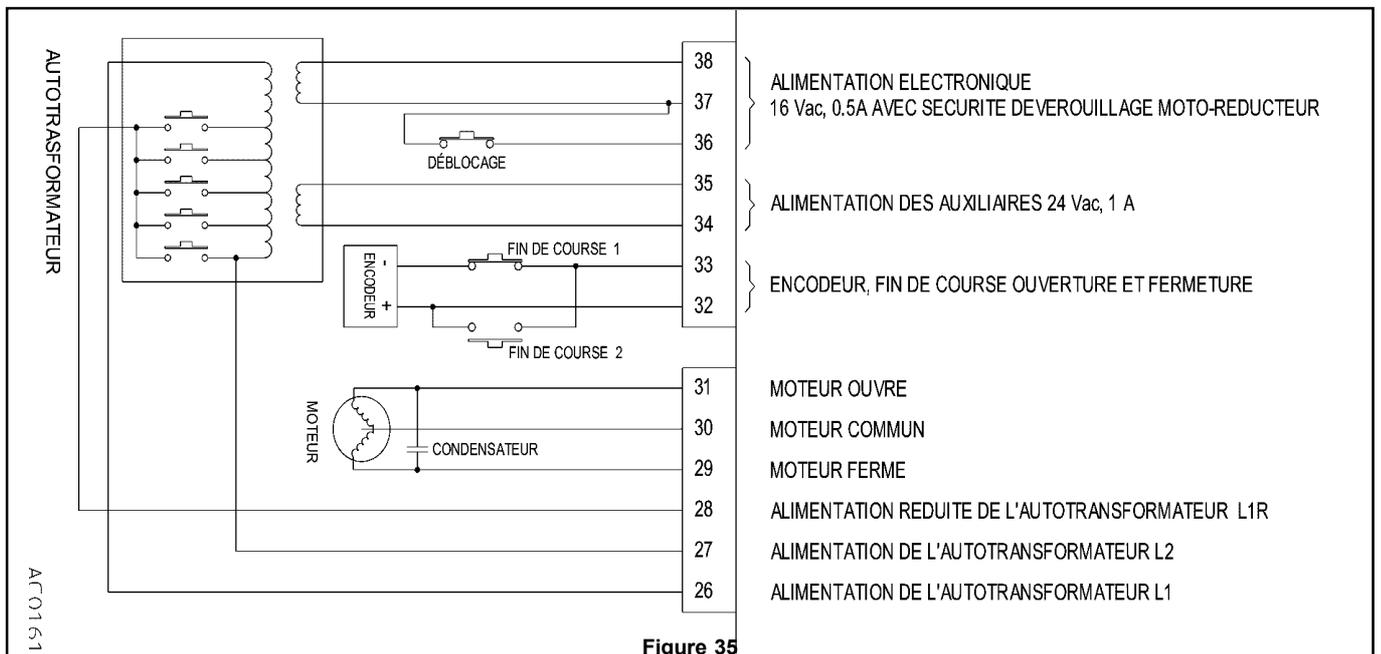

Figure 35
**ATTENTION:** les connexions de la partie inférieure de l'unité de contrôle (fig. 35) et des différents dispositifs connectés sont câblés par le fabricant et ils ne doivent pas être modifiés. Ci-joint, une description générale.
Tab. 6 Tableau récapitulatif des fonctions des bornes de raccordement droite– fig. 35
Tab. 7: Tableau récapitulatif des fonctions des bornes de raccordement gauche – fig. 35